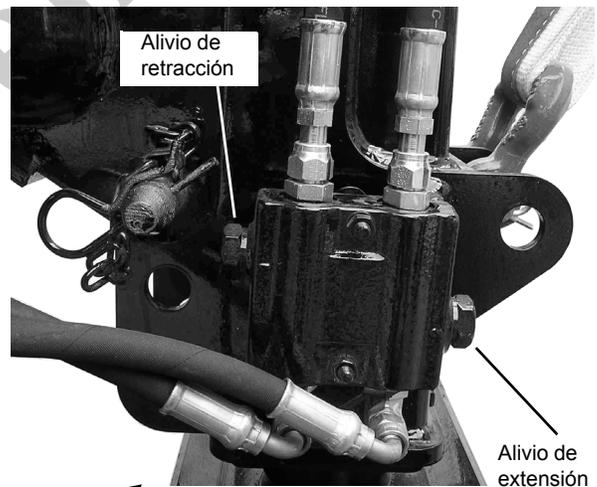

FIGURA 2-9
1. Desconecte las líneas de extensión y retracción del estabilizador delantero sencillo (Figura 2-9). Tape la línea de retracción e instale un medidor en la línea de extensión.